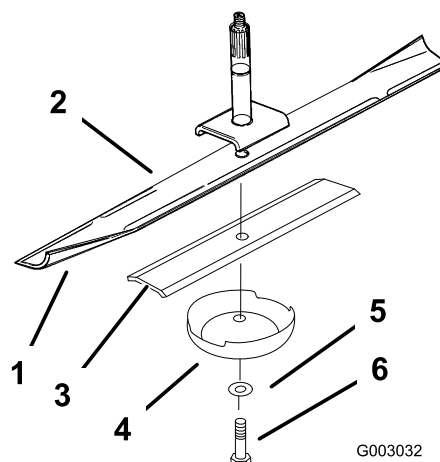
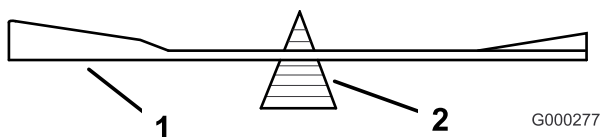

Figura 46
Figura 48
2. Retire del eje el perno de la cuchilla, la arandela, el refuerzo de la cuchilla y la cuchilla (Figura 46).
2. Verifique el equilibrio de la cuchilla colocándola sobre un equilibrador de cuchillas (Figura 48). Si la cuchilla se mantiene horizontal, está equilibrada y puede utilizarse. Si la cuchilla no está equilibrada, rebaje algo el metal en la parte de la vela solamente (Figura 46). Repita este procedimiento hasta que la cuchilla esté equilibrada.
1. Instale la cuchilla en el eje (Figura 46).
Importante: La vela de la cuchilla debe apuntar hacia arriba y hacia el interior del cortacésped para asegurar un corte correcto (Figura 46).
2. Instale el refuerzo de la cuchilla, la arandela curva y el perno de la cuchilla (Figura 46).